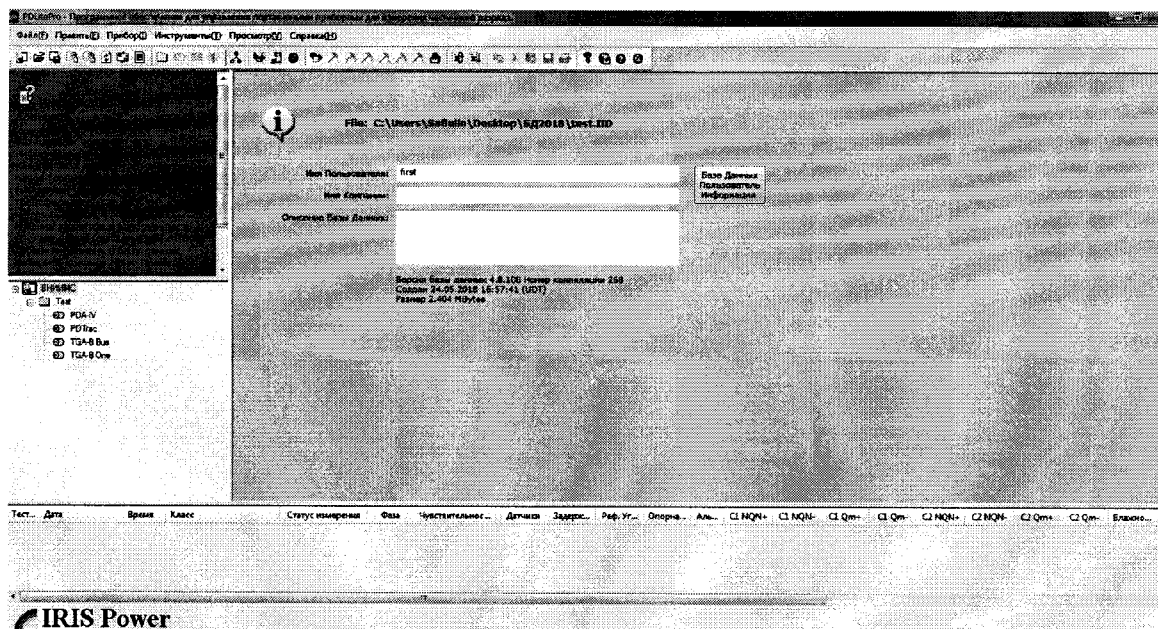

Рисунок 15 – Общий вид окна программы
1) Установить программное обеспечение «PDLitePro» на персональный компьютер, см. Рисунок 15;